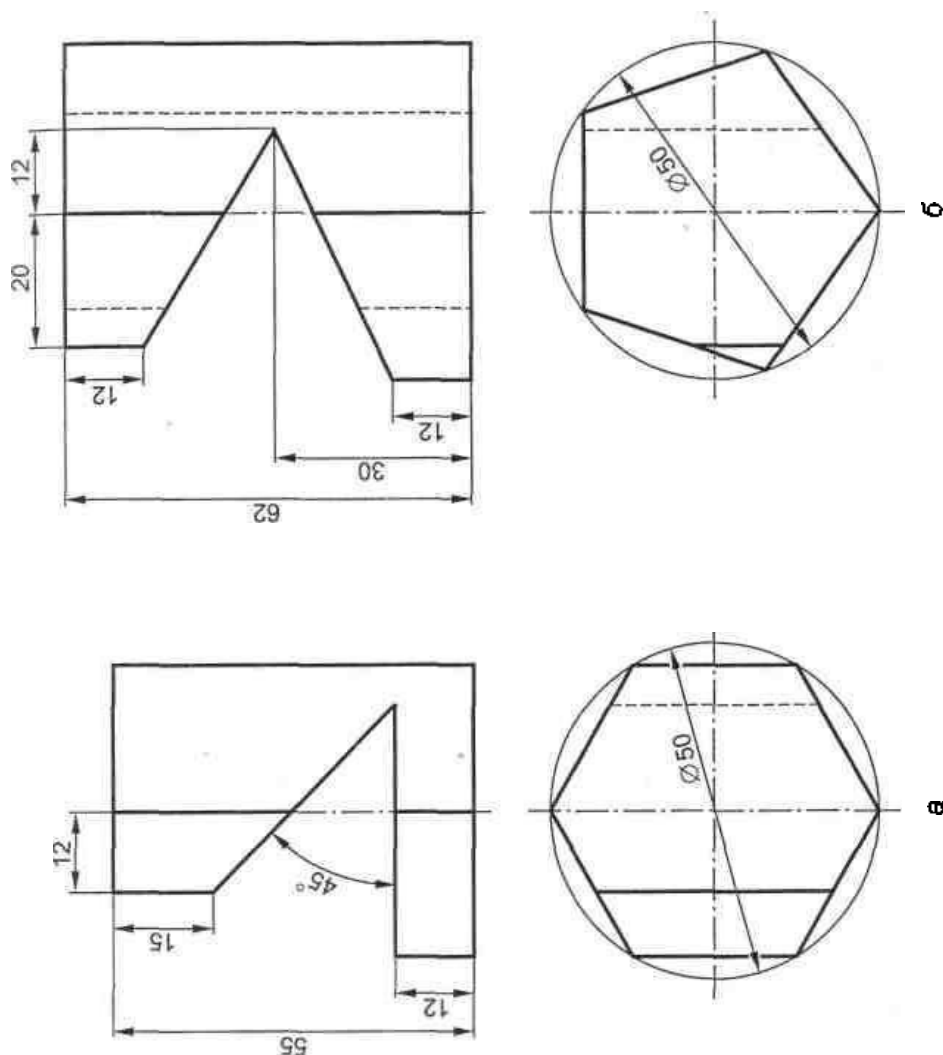

Рис. 21
3. Построить профильные проекции двух призм, показанных на рис. 21, а, б, и развертки их боковых поверхностей.